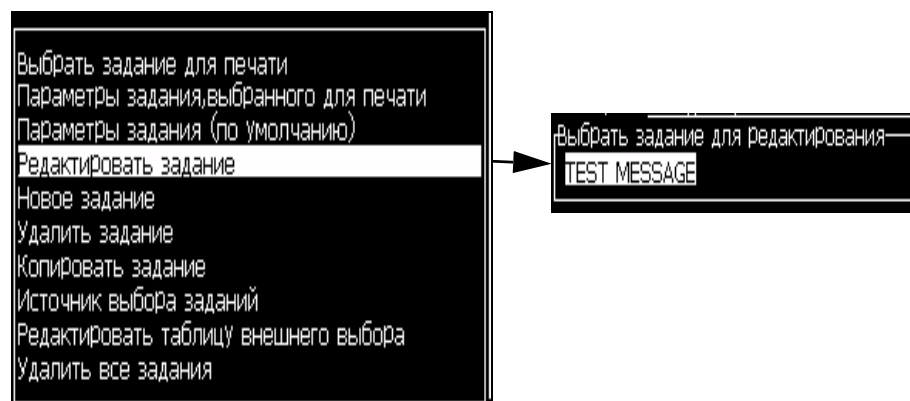

Рисунок 5-21: Опция *"Edit Message"* (редактировать сообщение)
- 2 Выберите опцию *"Edit Message"* (редактировать сообщение). Появится диалоговое окно *"Select Message To Edit"* (выбор сообщения для редактирования). Смотрите Рисунок 5-21.